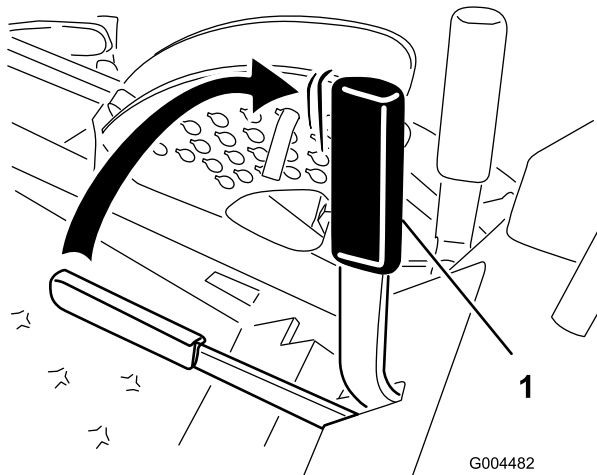

Bild 15
2. Ziehen Sie den Feststellbremshebel nach hinten und oben, um die Feststellbremse zu aktivieren (Bild 15). Der Feststellbremshebel muss fest in der aktivierten Stellung bleiben.
Drücken Sie den Feststellbremshebel nach vorne und unten, um die Feststellbremse zu lösen (Bild 15).